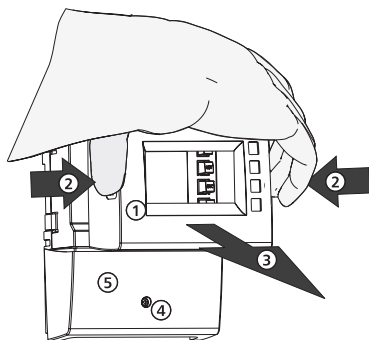

Fig. 1: retrait du capot avant
- Saisissez ① le capot avant par les encoches latérales ② et tirez-le vers l'avant ③ (Fig. 1).
1. Desserrez ④ la vis (Fig. 1).
2. Retirez ⑤ le cache-bornes.